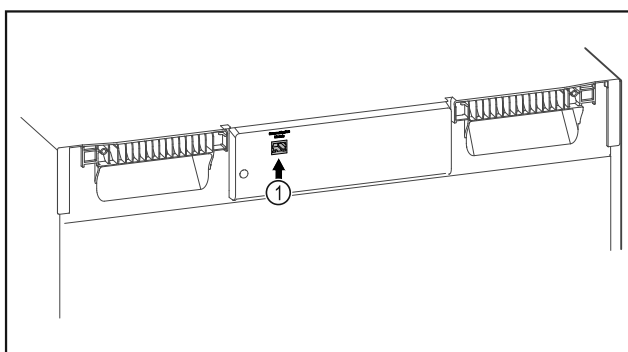

Fig. 103
- ❑ Założono SmartModule Fig. 103 (1).